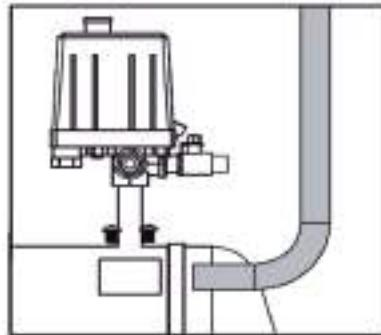

Рис. 8
5. Установите на компрессор ручку для перемещения (только для моделей ACF 200-8S, ACF 300-24S) (рис. 8)